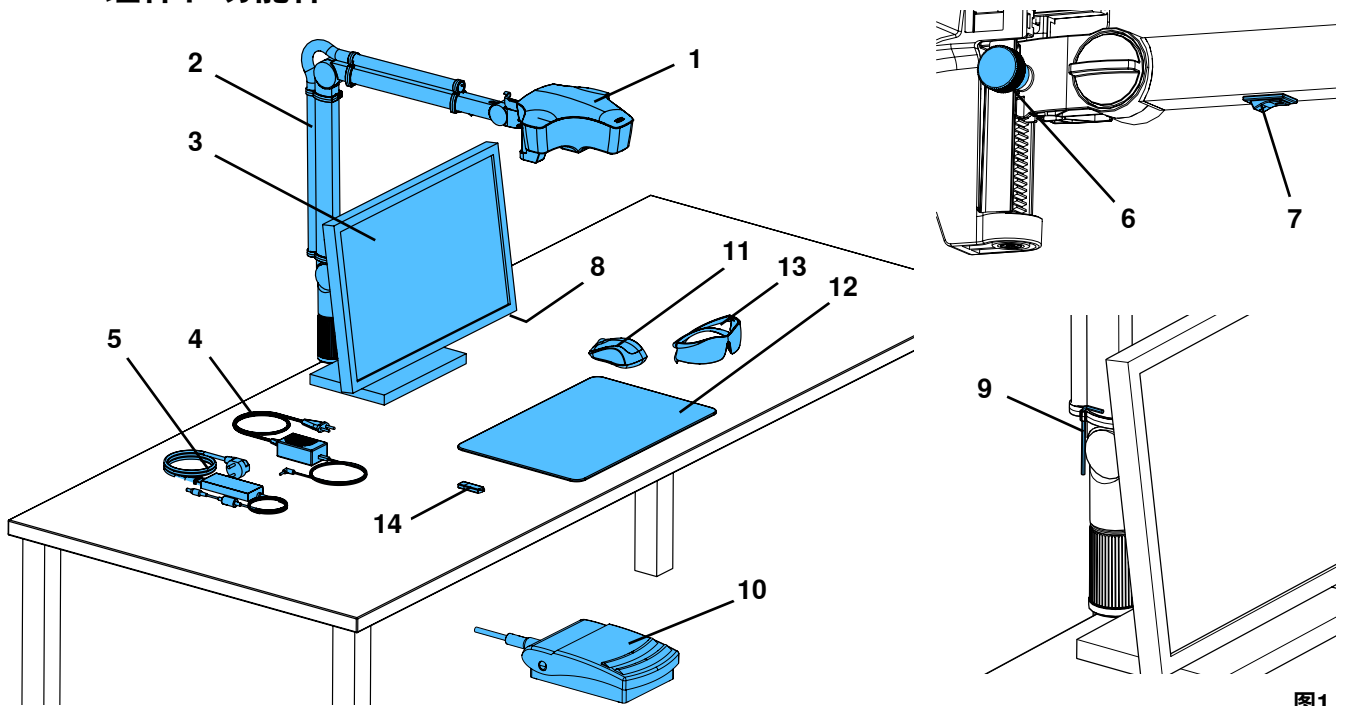

图1
- ⇒ 将桌垫（图1、12）放在工作台上。
- ⇒ 将鼠标 (图1、11) 放在桌垫旁。
- ⇒ 将脚踏开关 (图1、10) 放在工作台下面。
- 拧紧摄像头的螺钉 (31)。
- 拧紧中间的螺钉 (32)。
- 拧紧底部的螺钉 (33)。
- 用附带工具 (图1、9) 松开或夹紧螺钉 (34)
- 用附带工具 (图1、9) 松开或夹紧螺钉 (35)。